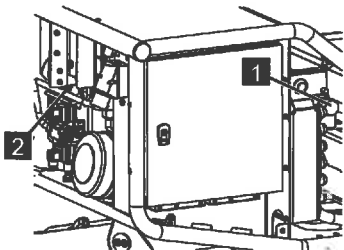

Abb. 187
3. Das Ventil [Stütze,Kette] (Abb.187/1) eindrücken und im Uhrzeigersinn verriegeln.
4. Das Ventil [LS] (Abb.187/2) im Uhrzeigersinn komplett eindrehen.